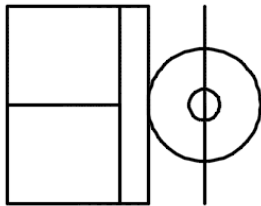

图 13-9 绘制一条辅助线
7) 创建一条辅助线。使用 LINE 命令，通过选择两个对象的中点来绘制图 13-9 所示的一条辅助线。